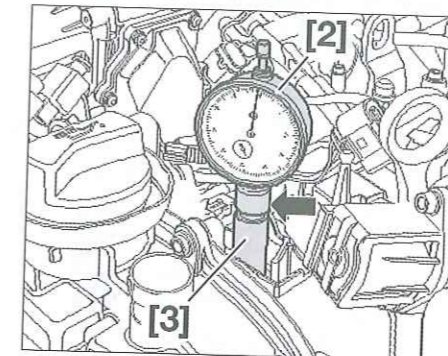

Fig. 8
- [2]. Comparador (ref. VAS 6079) (Fig.8).
- [3]. Adaptador para comparador (ref. T10170) (Fig.8).
- Desmontar la bujía de encendido del cilindro n°1, y colocar un comparador [2] equipado con su adaptador [3] (Fig.8).